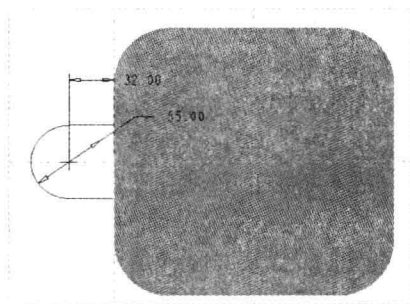

图 8-83 绘制截面
Step 05 弹出“方向”菜单管理器，选择“确定”选项，弹出“草绘视图”菜单管理器，选择“默认”选项，进入草绘环境，单击“草绘”选项卡中的相应按钮，绘制截面，如图 8-83 所示。